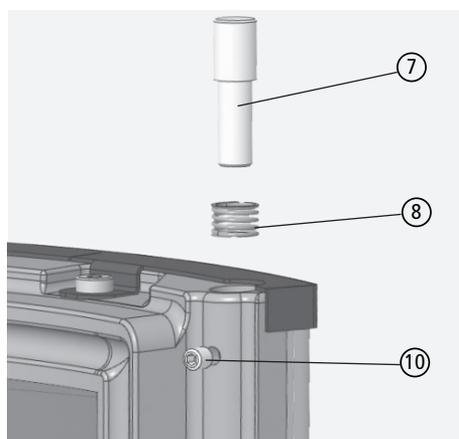

Fig. 3.8 Tige supérieure de la charnière avec le ressort de sécurité et une vis sans tête
- ③ Desserrer la vis sans tête de la tige de charnière supérieure : ne pas dévisser complètement. Vis sans tête, vis à six pans creux (allen), 2,5 mm.
- ④ Soulever la porte du foyer en la bougeant si nécessaire plusieurs fois vers l'avant et l'arrière. La tige de la charnière de porte supérieure doit pouvoir s'appuyer contre un ressort de sécurité. La porte du foyer doit pouvoir être soulevée de sorte que la tige de la charnière de porte inférieure sorte de son alésage au niveau du cadre de la porte (pour la tige de la charnière de porte supérieure, voir également la Fig. 3.8 à la page 22).